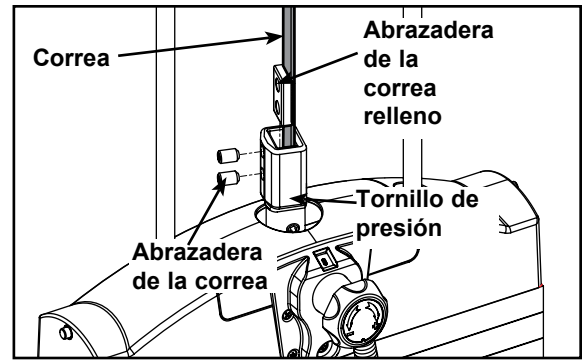

Figura 9
- E. Tense la cinta y asegúrela con los dos tornillos de fijación. **NOTA:** Tornillos de fijación por torsión de 300-350 pulg./lbs (7,6-8,9 m/kgs). Observe la Figura 9.